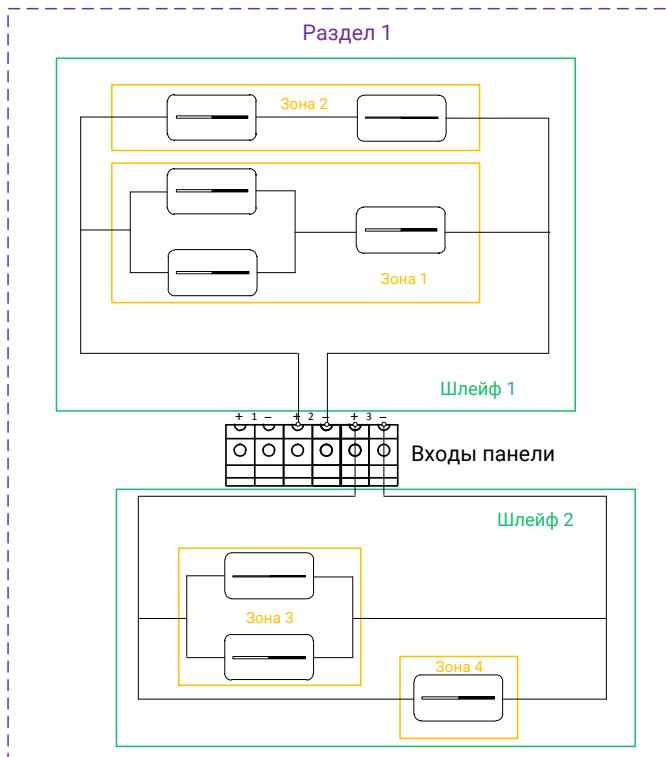

Рисунок 6. Пример формирования зон, шлейфов и разделов
- **Шлейф** - линия связи (провод), при помошь которой датчики подключается к охранной панели. Шлейф может содержать одну и более зон (см. рис. 6).